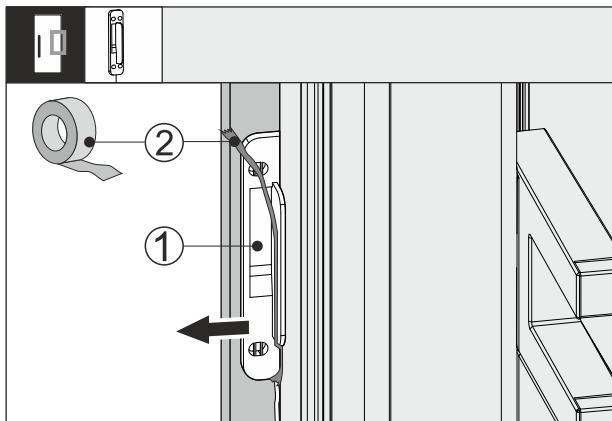

Fig. 64
- Ξεκολλήστε την αυτοκόλλητη ταινία Fig. 64 (2) από τον αισθητήρα κρούσης Fig. 64 (1).